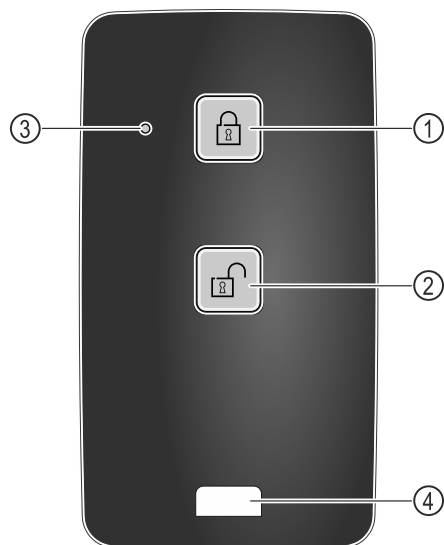

Fig. 219
- (1) Lås låset
- (2) Lås upp låset
- (3) Status-LED
- (4) Fästögla
- ▶ Tryck på knappen Fig. 219 (1) på fjärrkontrollen.
- ▶ Tryck på knappen Fig. 219 (2) på fjärrkontrollen.
- ▶ Status-LED:n Fig. 219 (3) blinkar för att bekräfta att knappen tryckts in.
- ▶ Ögla Fig. 219 (4) för att sätta fast fjärrkontrollen, t.ex. på en nyckelknippa.